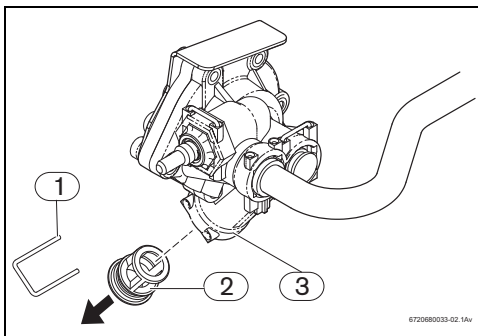

Bild 7
- ▶ Klammer aus dem Filtergehäuse (Bild 7, [1]) an der Wasserarmatur entfernen.
- ▶ Stopfen (Bild 7, [2]) herausziehen.